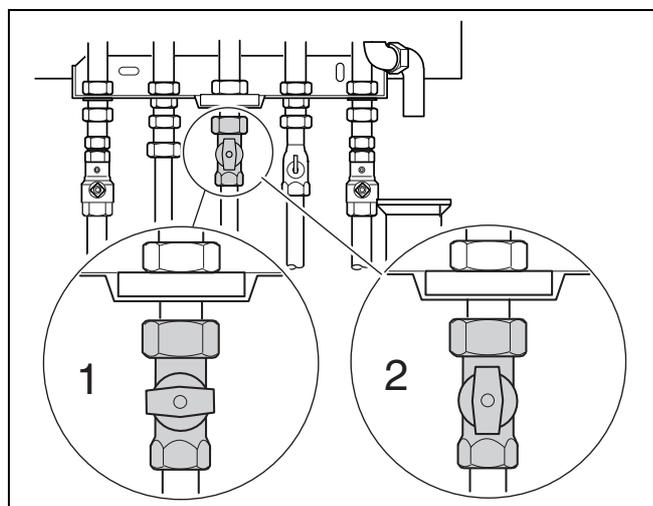

Fig. 25 Rubinetto del gas
- Chiudere il rubinetto del gas (fig. 25, pos. 1).
- Aprire il rubinetto del gas (fig. 25, pos. 2).
- Chiudere il rubinetto del gas sito sotto l'apparecchio (fig. 25, pos. 1).